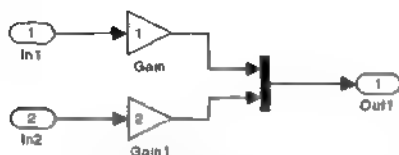

图 3.14 一个输出端口连接两个信号
- ◆ 一个总线输出端口直接或间接的与一个以上的信号数据连接, 如图 3.14 所示。